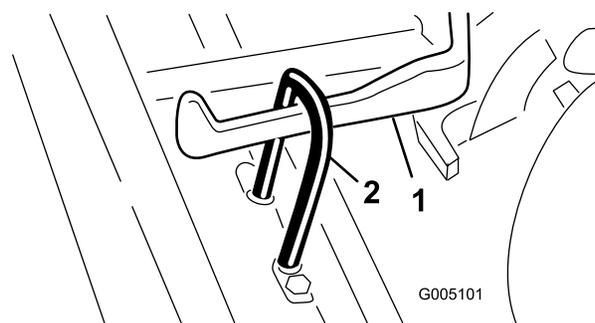

図 7
2. Cuttingユニットをプルフレームの下に引き入れ、吊り輪フープを昇降アームに引っかける図 7。